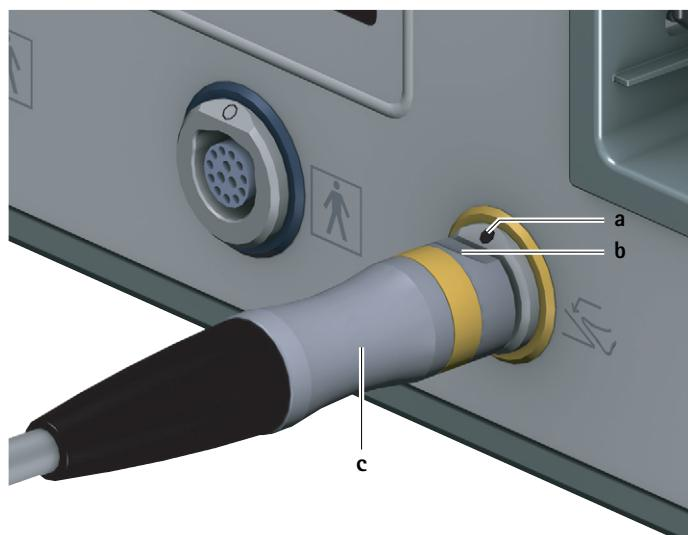

Fig. 2 Anslut fotstyrning
- Rikta fotstyrningens kontaktstycke **c** så att markeringen **b** på kontaktstycket stämmer överens med markeringen **a** på fotstyrningens **6** anslutningsuttag, se Fig. 2.
- Dra ut kontakten för fotstyrningen c från anslutningsuttaget för fotstyrningen 6, se Fig. 2.